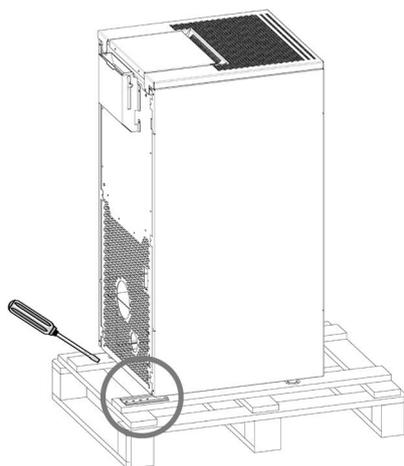

Fig. 1 - Retrait des étriers
- Retirer les étriers qui bloquent les pieds du poêle (voir **Fig. 1**).